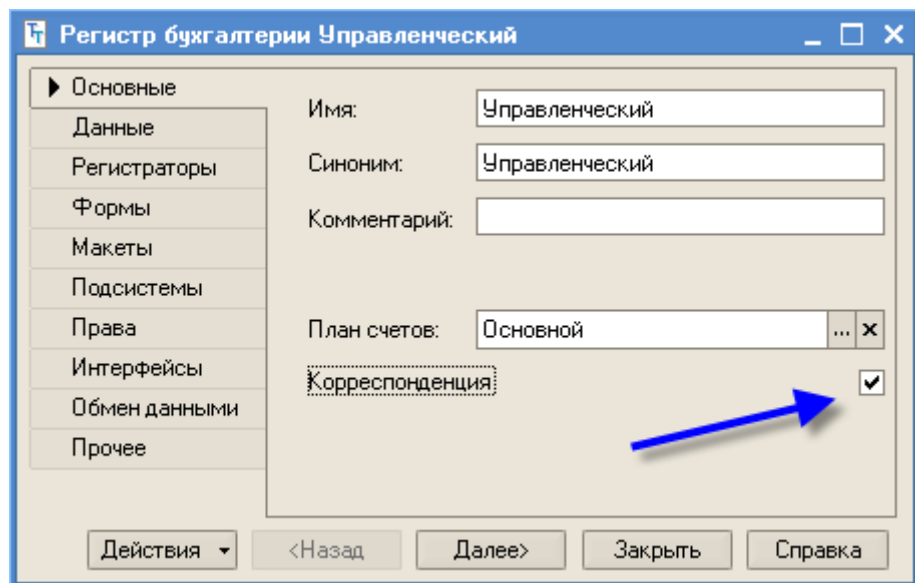

Рис. 164
- создайте новый объект конфигурации **Регистр бухгалтерии** с именем **Управленческий**, укажите, что он связан с планом счетов **Основной**, и что он поддерживает корреспонденцию (рис. 164);